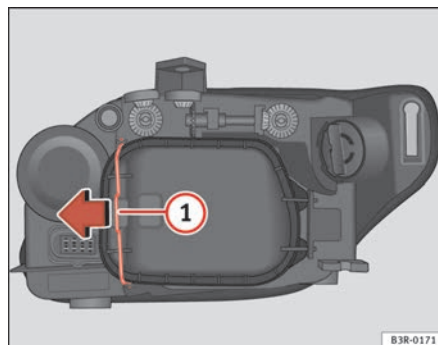

Fig. 205 Lampadina Luci di posizione
Anche se non necessario, estrarre prima la copertura ⇒ pag. 272, fig. 205, rende più facile la sostituzione della luce diurna. ■
- Far scorrere il tirante ⇒ fig. 205 (1) nel senso della freccia e sfilare la copertura separando prima il lato del tirante ed estraendo dopo le due linguette dell'estremità opposta.